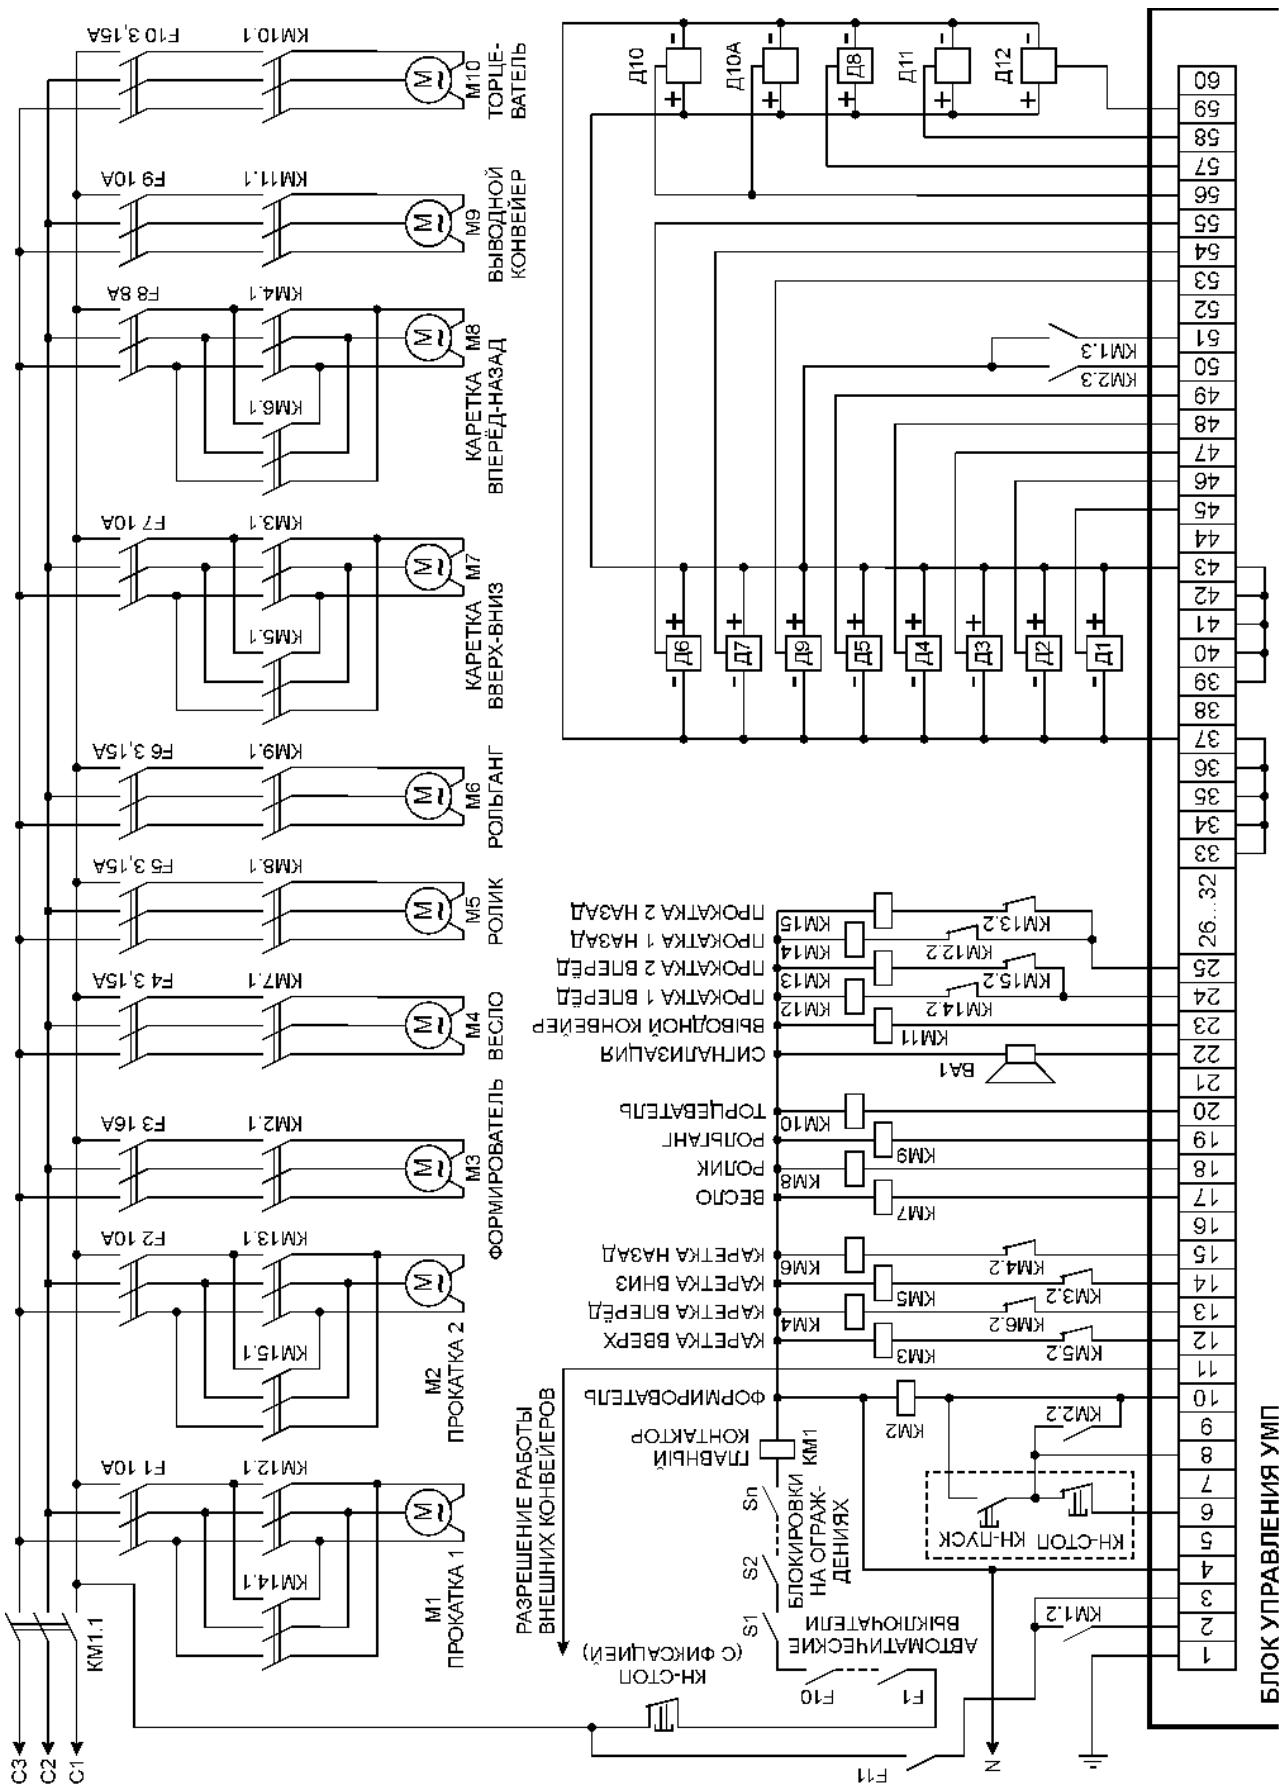

Рис. 10. Схема подключения датчиков и исполнительных устройств к клеммам блока УМП.
Схема подключения датчиков и исполнительных устройств к клеммам блока УМП приведена на рис. 10.
Прокатка состоит из двух механизмов [ролики 1 и конвейер 2 на рис. 1], вращающихся в противоположных направлениях. На рис. 10 пускатели «ПРОКАТКА 1 ВПЕРЁД» и «ПРОКАТКА 1 НАЗАД» обеспечивают управление роликами прокатки, а пускатели «ПРОКАТКА 2 ВПЕРЁД» и «ПРОКАТКА 2 НАЗАД» управляют конвейером прокатки. Стрелками на рис. 1 показано направление, соответствующее движению прокатки **ВПЕРЁД**.
При аварии останавливаются прокатка, формирователь, рольганг и выводной конвейер; каретка останавливается в текущем положении; с клеммы 11 [рис. 10] блока УМП снимается фаза, разрешающая работу внешних конвейеров.
4. Нажать кнопку «Пуск формирователя» [поз. 23] или кнопку «Пуск» на внешней кнопочной станции, подключенной согласно рис. 10 между клеммами 6, 8 и 10 блока УМП.
При остановке машины останавливаются прокатка, формирователь, рольганг и выводной конвейер; каретка останавливается в текущем положении. Внешние конвейеры не останавливаются - фаза, разрешающая работу внешних конвейеров, остаётся на клемме 11 [рис. 10] блока УМП.
1. Нажатием кнопки «Стоп формирователя» [поз. 24 на рис. 8] или кнопки «Стоп» на внешней кнопочной станции, подключенной согласно рис. 10 между клеммами 6, 8 и 10 блока УМП. При этом напряжение электропитания с блока не снимается и индикаторы на лицевой панели продолжают гореть. В каком-бы положении не находилась каретка в момент остановки машины данным способом, при дальнейшем запуске каретка автоматически займёт исходное положение, в котором она должна находиться при наборе слоя.